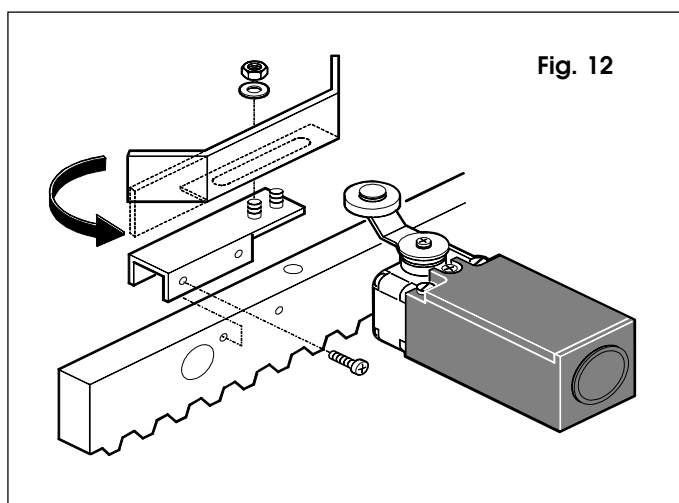

Fig. 12
- 8) Nadat de verlangzamings- en/of remtijd geprogrammeerd is (zie de instructies voor de apparatuur 748D), zou het nodig kunnen zijn de positie van de plaatjes iets te corrigeren, als niet de gewenste stoppunten worden bereikt. Bij deze handeling moet beslist worden nagegaan of de poort nooit op minder dan 2 cm tot de mechanische eindaanslagen stopt, en of het wieltje van de elektromechanische eindaanslag zich minstens 2 cm voor het einde van het rechte deel van het plaatje bevindt; verander eventueel de verlangzamingstijd en/of maak het laatste gedeelte met speciale vorm van het plaatje zelf recht (zie fig. 12).